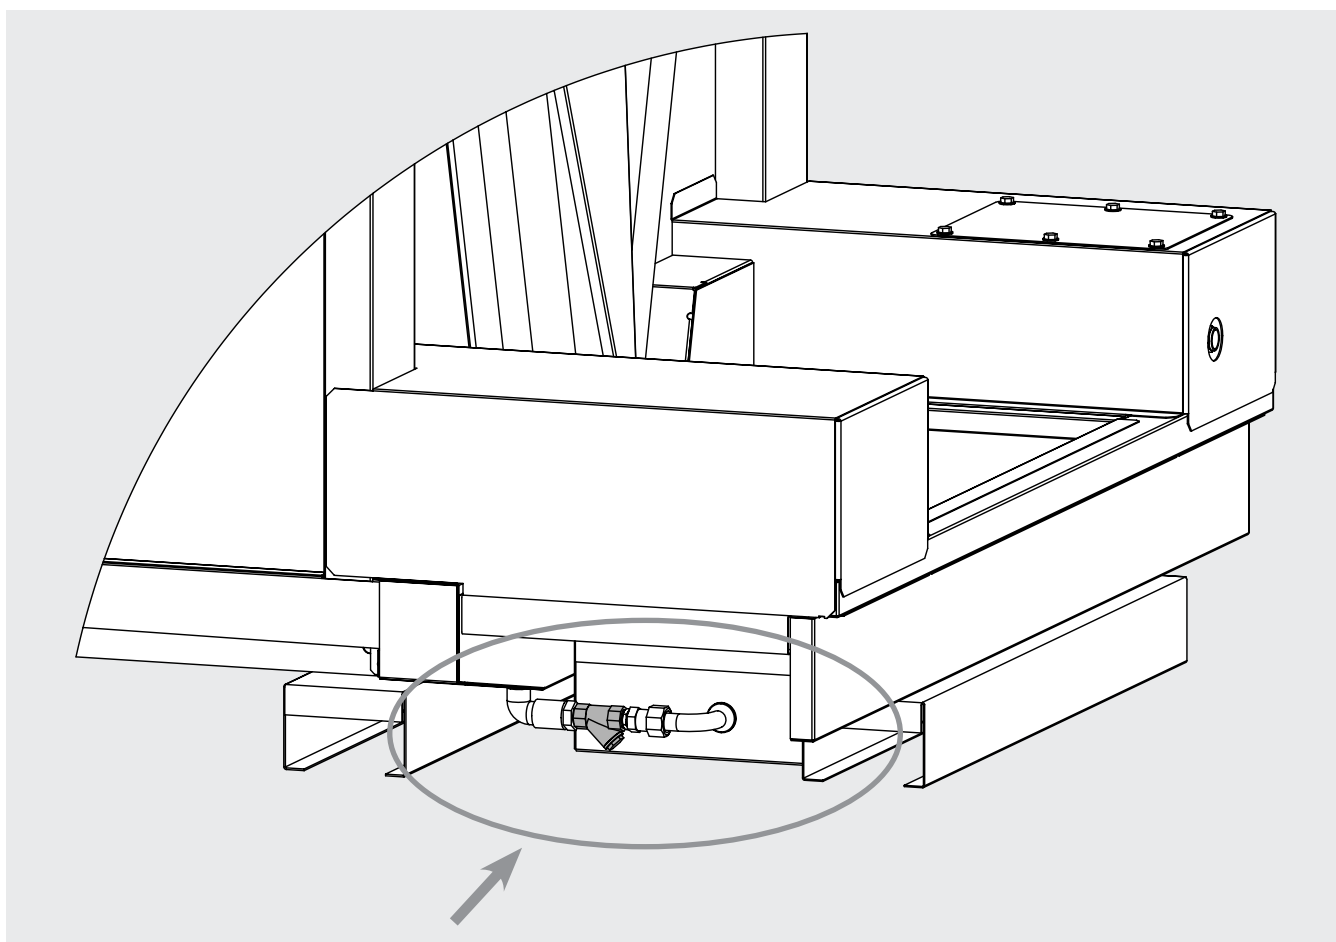

Figure 30
12.18.4 Il n'est pas nécessaire de retirer les panneaux de protection extérieurs pour procéder à l'entretien du filtre de la pompe. Le filtre est accessible directement depuis le côté gauche du modèle. Voir la Figure 30.